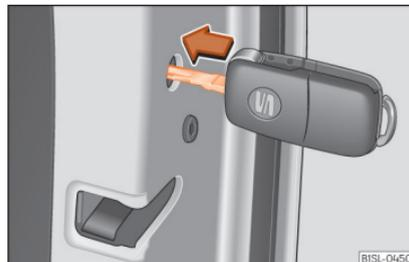

Abb. 71 Notverriegelung des Fahrzeugs mit dem Fahrzeugschlüssel.
- Schlüsselbart waagrecht in die Öffnung stecken und den kleinen farbigen Hebel nach vorn drücken » **Abb. 71**.